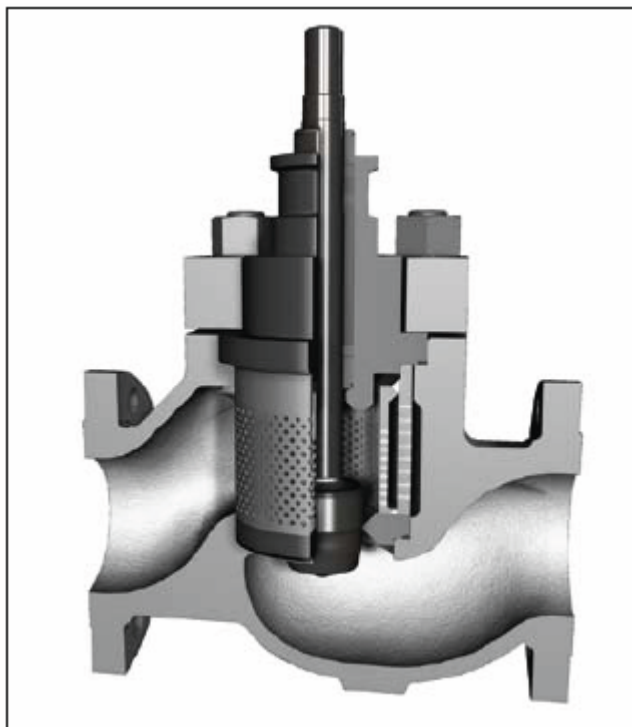

Рисунок 8. Клапан Mark One в сборе с затвором MegaStream
- 8.3.1. В затворе MegaStream стандартный держатель клапана Mark One заменяется держателем клеточного типа, в котором просверлены отверстия (см.рис. 8). С этим затвором используются стандартный запорный элемент и крышка клапана Mark One. Сборка и разборка осуществляются по инструкции для стандартного клапана.